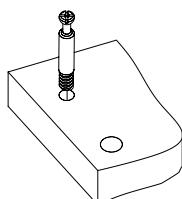

Рис.1
- Вкрутите шпильки минификсов в детали 1, 2, 3 (Рис.1).